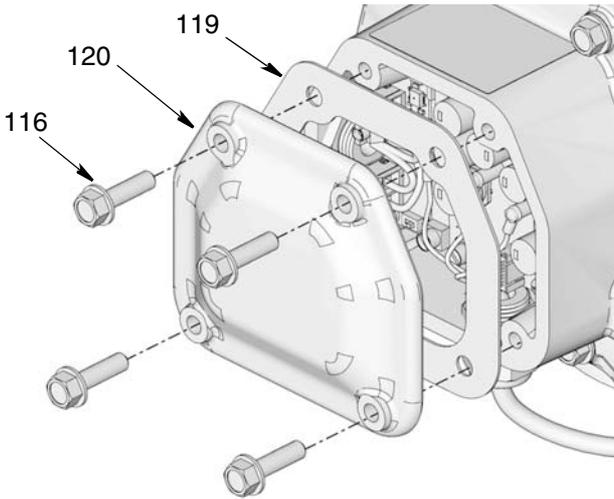

Рис. 53
5. Выкрутите винты (116) из крышки коробки управления двигателем (120) и снимите крышку и прокладку (119) (Рис. 53).